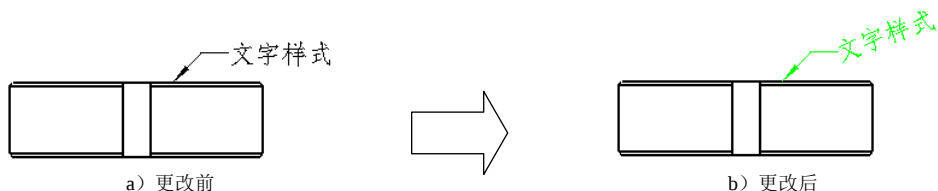

图 9.2.6 更改文本的旋转角度和颜色
- ☒ **角度与颜色**：设置注解文本的旋转角度和颜色，如图 9.2.6 所示。